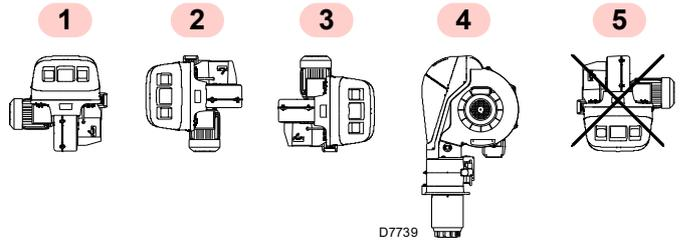

Abb. 12
- Der Brenner ist ausschließlich für den Betrieb in den Stellungen 1, 2, 3 und 4 (Abb. 12) ausgelegt.